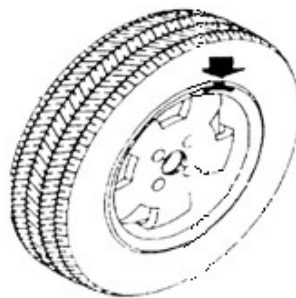

Bild 10-9
10.2.4 Roterat hjulet långsamt tills indikatorerna för utsidans obalansläge tänds (Bild 5-1(9)). Fäst en klämvikt av lämplig storlek i läge "klockan 12" utanför fälgens innerkant (Bild 10-9)